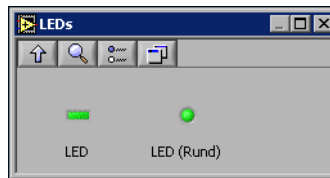

Abbildung 2-4. Die Unterpalette "LEDs"
1. Wählen Sie aus der Unterpalette **LEDs** (vgl. Abbildung 2-4) der **Elemente**-Palette die runde LED aus und legen Sie diese links vom Signalverlaufsgraphen im Frontpanel ab.